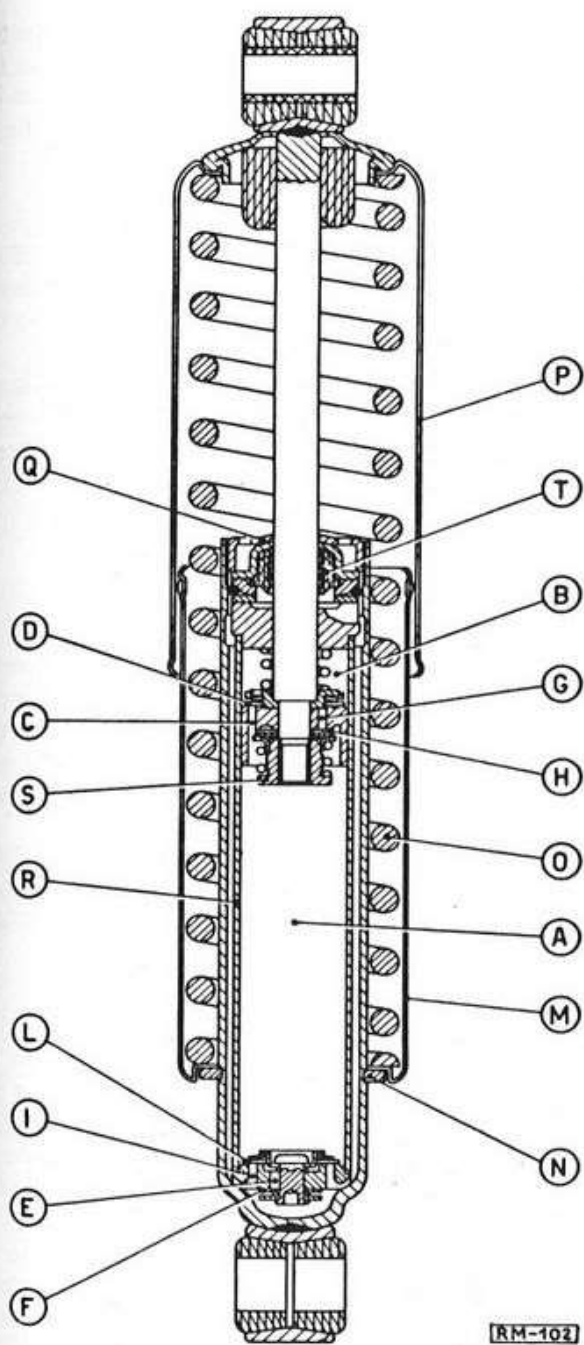

Fig. 102 - Sezione di un elemento telescopico della sospensione posteriore.
233 L'organo elastico di ciascuno dei due elementi di sospensione è una molla a elica; sull'asse della molla si trova un ammortizzatore idraulico, che serve anche da guida e da supporto al complesso e che porta pure alle sue estremità gli occhi di attacco. Il tutto è protetto da un astuccio a canocchiale. (fig. 102).
238 Serrare l'occhio dell'attacco inferiore in una morsa e spingere in alto di un centimetro circa il tubo di protezione inferiore (M). Si rendono così accessibili i due semi-anelli di arresto (N) che possono venire tolti dalla loro sede con un punteruolo. (fig. 102).